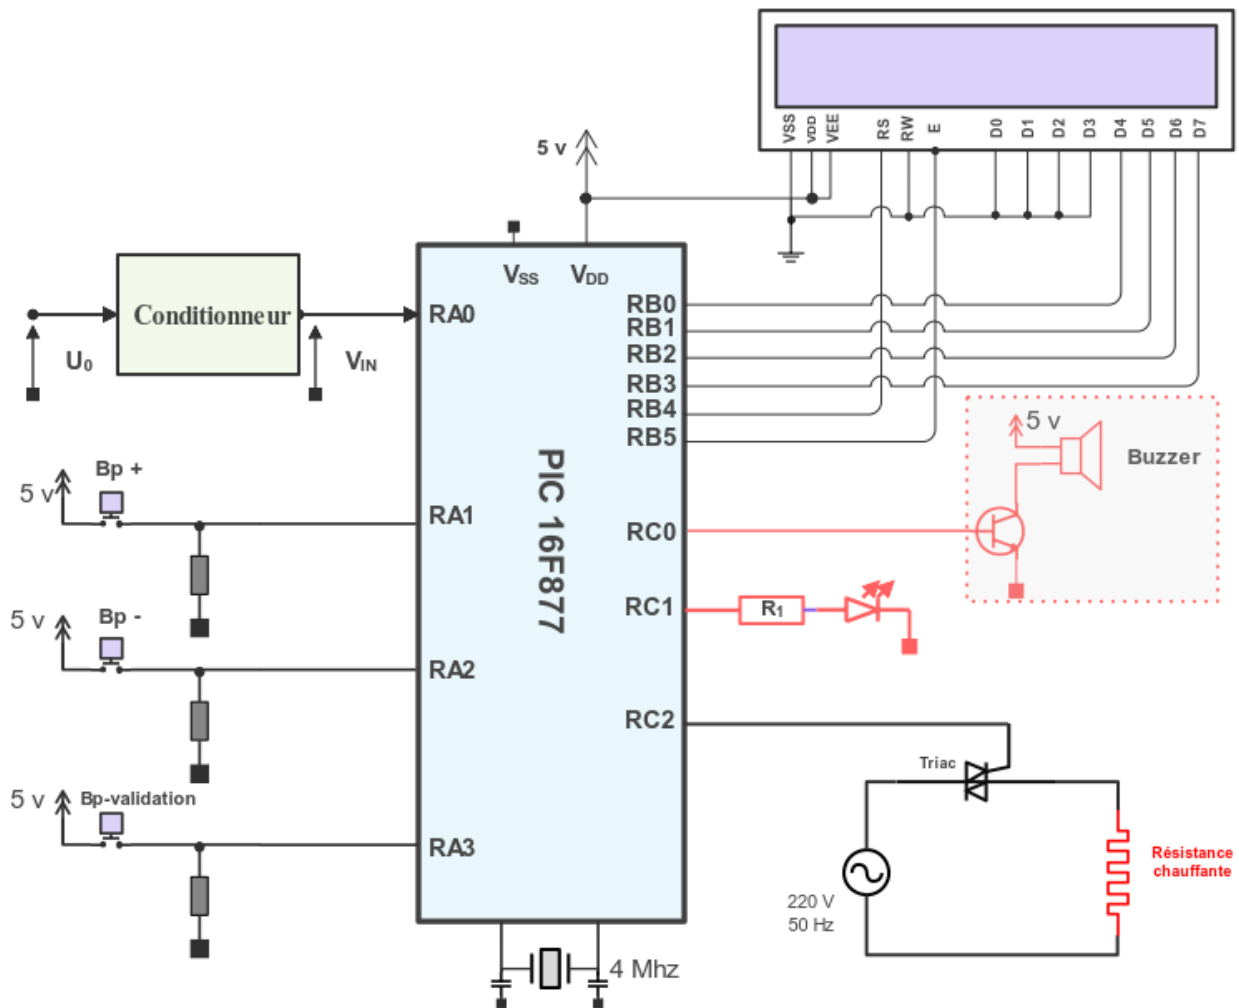

Figure 4 : Schéma de principe du système chauffage électrique
Le schéma de principe du système étudié est donné à la **Figure 4** ci-dessous :
Q.19- Identifier à partir de la **Figure 4 page 4** la nature (*digitale ou analogique*) des entrées **RA0, RA1, RA2 et RA3**. **2 pts**